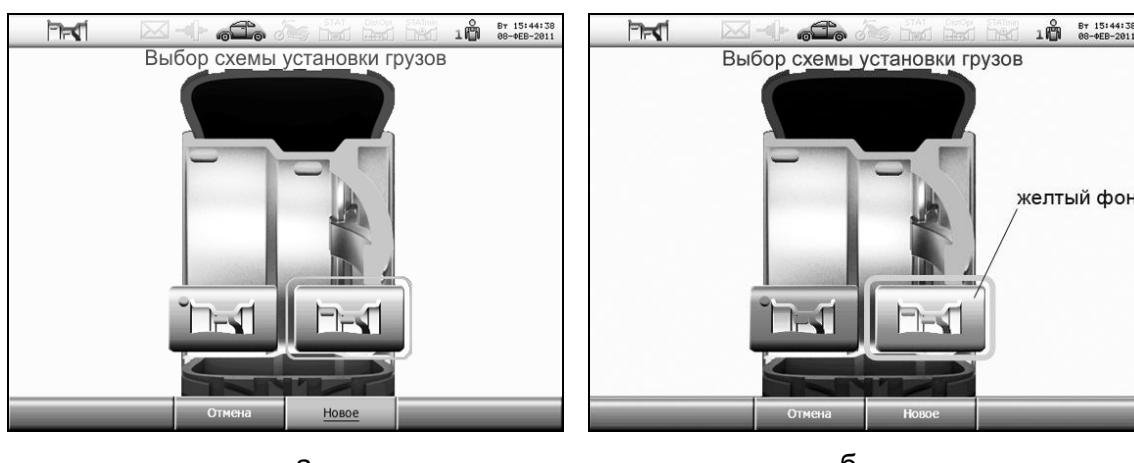

Рисунок 5.7 – Выбор схемы установки грузов
После ввода размеров на экране автоматически будут показаны возможные схемы установки грузов. Текущая схема выделена желтой рамкой, рисунок 5.7а). Если схема определена правильно, то можно сразу выполнять измерение дисбаланса.
*При необходимости изменить схему - вращать ручку управления до выделения нужной схемы желтым фоном, рисунок 5.7б). Затем нажать на ручку. Схема должна выделиться желтой рамкой.*